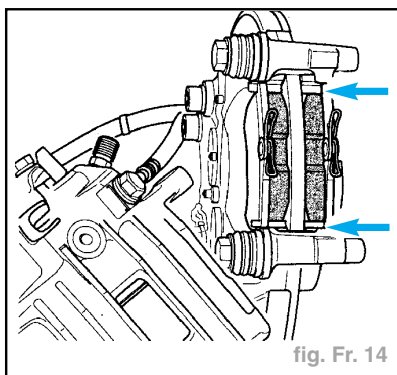

fig. Fr. 14
- Déposer les plaquettes de frein et les ressorts de retenue des plaquettes (flèches) (fig. Fr. 14).
- Mettre en place les ressorts de plaquettes de retenue des plaquettes (flèches) et les plaquettes dans la chape de frein (fig. Fr. 14).